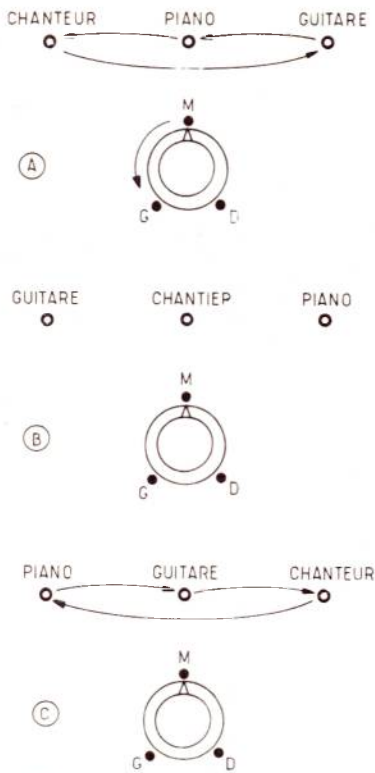

Figure 2
Tout le montage est symétrique. Les effets spéciaux sont obtenus en agissant sur les potentiomètres conjugués R14A - R14B et R15A - R15B permet l'effet de rotation et le potentiomètre double R15A - R15B permet l'effet de mélange et de permutation des canaux. Ces potentiomètres doivent être linéaires obligatoirement, pour obtenir correctement les résultats attendus. A la **figure 2** on montre les effets de rotation.
Voyons, ce qui se passe si le bouton est tourné vers les positions extrêmes. En (A) de la **figure 2**, le bouton est tourné à fond dans le sens trigonométrique (opposé à celui horaire). On entend alors les musiciens comme suit : le chanteur se trouve (en apparence) à gauche, le pianiste au milieu et le guitariste à droite.